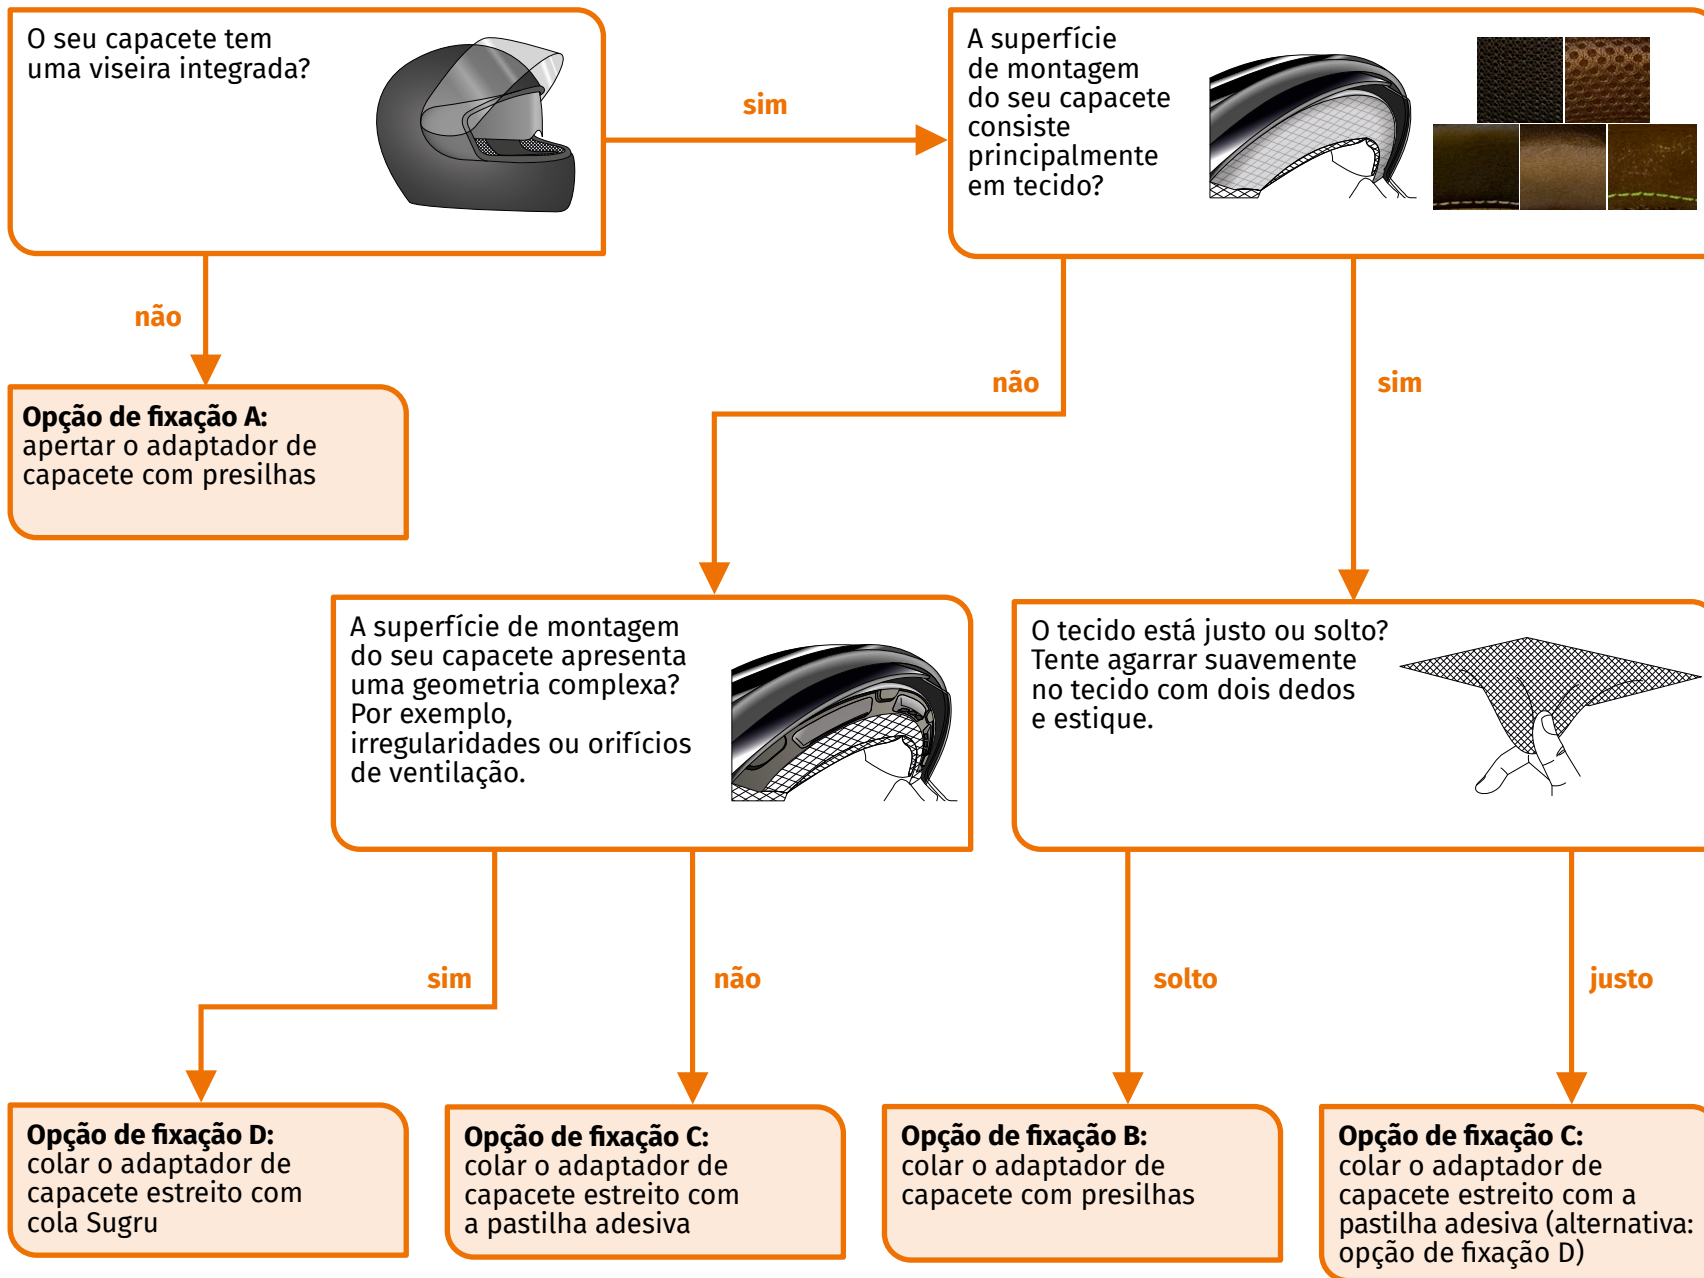

FIGURA 5 // Ajuda à decisão: seleção do adaptador de capacete
1. Determine o seu tipo de capacete e a opção de fixação adequada (FIGURA 5).
Nas páginas após a ajuda à decisão (FIGURA 5) encontra exemplos de diferentes tipos de capacete e de tecido, bem como detalhes relativos à seleção da opção de fixação (Capítulo “3.2 Exemplos de tipos de capacetes”, pág. 323).